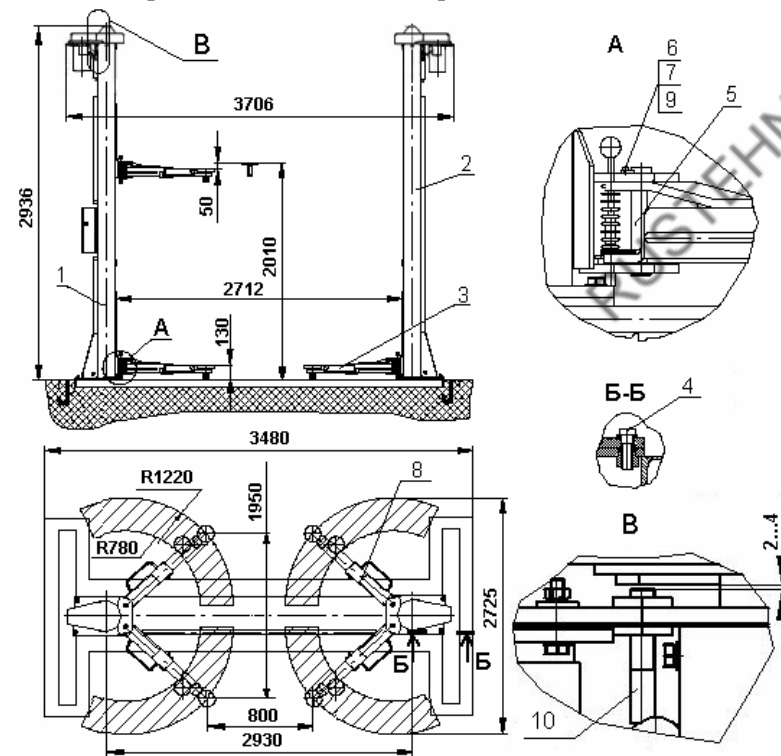

Рис. 1. Подъемник стационарный ПР - 5
4.1. Подъемник состоит из: двух стоек 1 и 2, четырех балок 3 со вставками и опорами (см. Рис.1, 2). Стойка состоит из: вертикальной колонны, привода подъема, каретки.
Стойки 1 и 2, подъемника ПР-5 крепятся болтами 4 к основанию забетонированному в пол (см. Рис. 1).